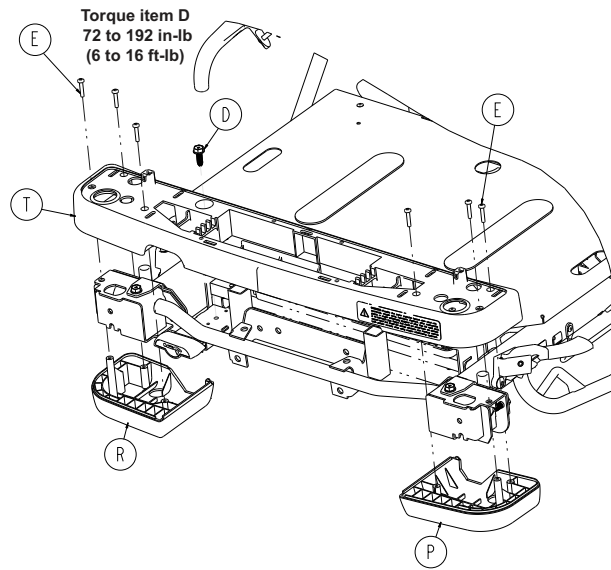

Figure 49 – Housses du côté pieds
9. À l'aide d'une clé Torx T25, enlever les six vis (E) reliant le cache supérieur du côté pieds (P et R) au cache médian (T) (Figure 49). Conserver les housses inférieures et les vis du côté pieds.